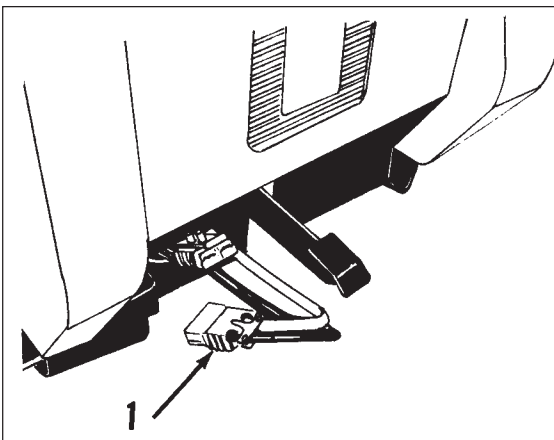

Figure 2
2. Join the connector from the batteries (1) to the control panel cable connection. See figure 2.
1. Déconnectez la fiche du chargeur du connecteur situé à l'arrière de la machine. Voir figure 2.
2. Reliez le connecteur des batteries (1) à la connexion du câble du tableau de commandes. Voir figure 2.